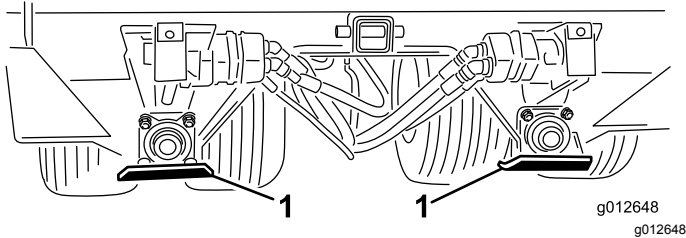

Bild 8
1. Positionieren Sie die Kufen so, wie in **Bild 8** abgebildet.